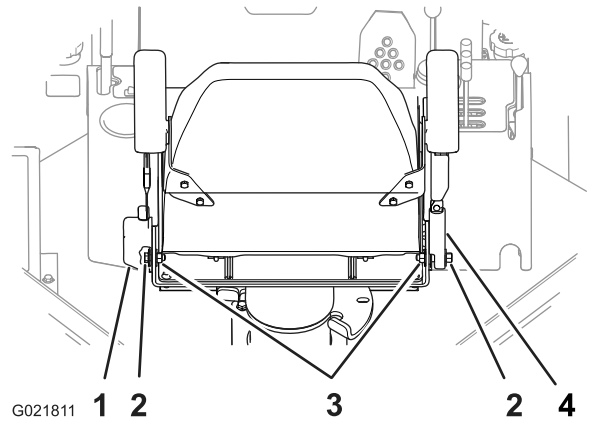

Figure 99
3. Vérifiez que les boulons et écrous qui fixent l'enrouleur et la boucle de la ceinture de sécurité au siège sont serrés à un couple de 7,8 à 9,6 N m (69 à 85 po-lb); voir Figure 99.